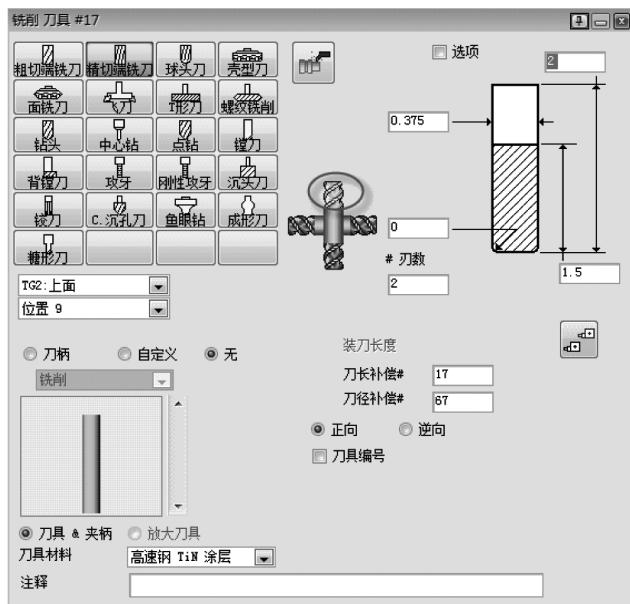

图 5-36 铣削刀具#17
19) 创建铣削刀具#17, 如图 5-36 所示。此刀具将对零件背面的六边形进行铣削。